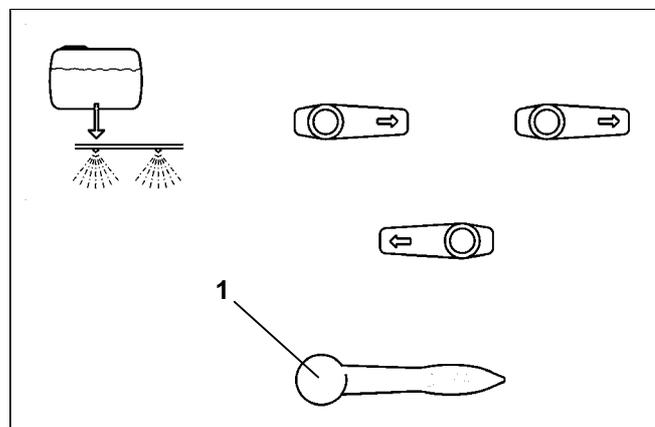

Fig. 7.25
- Umschalhahn (7.25/1) auf Position „Spritzen“ entsprechend Fig. 7.25.